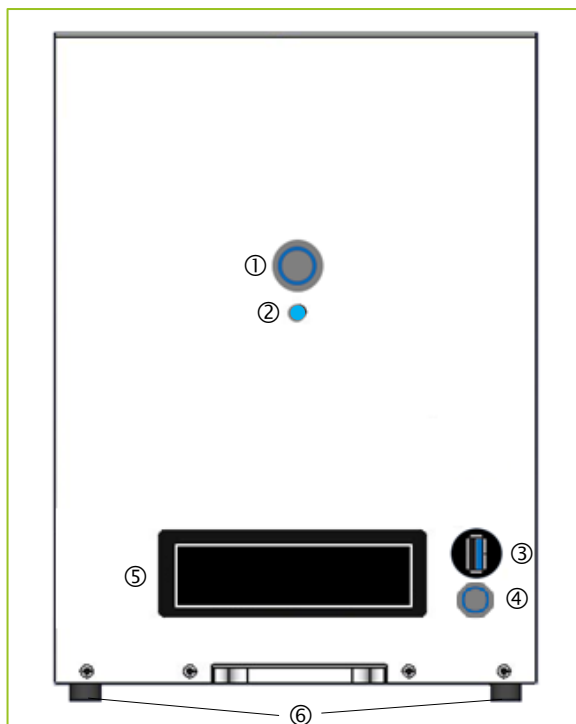
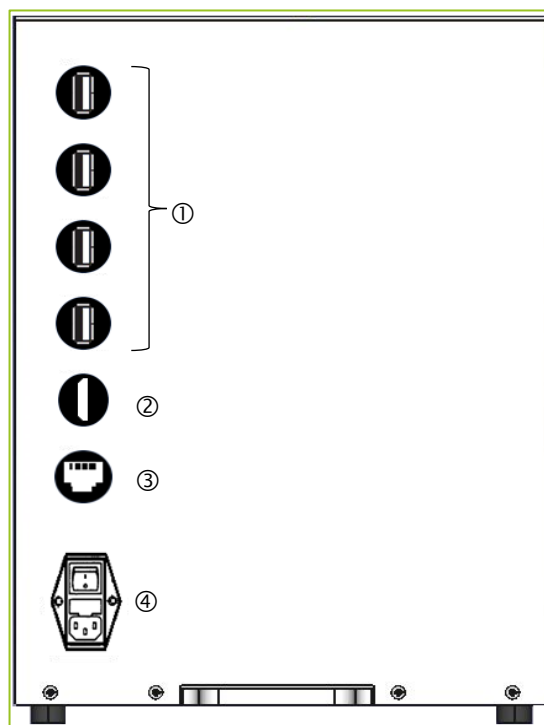

Figura 3 Aspetto pannello anteriore
Figura 4 Aspetto pannello posteriore
- ① Presa USB 2.0. Predisposte per l'utilizzo dei seguenti accessori:
- ② Presa HDMI per collegamento monitor. Il sistema è calibrato per un monitor 24" da 2MP (1920x1200)
- ③ Presa di collegamento rete Ethernet RJ45
- ④ Presa cavo alimentazione con interruttore **I/O ON / OFF**
Prima di collegare il cavo di alimentazione, assicurarsi che l'interruttore principale (④ Figura 4), sia su "O" (OFF).
Collegare la spina del cavo di alimentazione alla presa AC (④ Figura 4).
La tastiera, il mouse ed il joystick sono collegati alle porte USB 2.0 (① Figura 4), mentre il monitor alla presa HDMI (② Figura 4).
Il NED-MICRO dispone di due interruttori di alimentazione. Quello generale (④ Figura 4) deve essere in posizione "I". Il pulsante (① Figura 3) permette di mettere in pausa (stand-by) il dispositivo, il sistema è alimentato ed il LED rosso (② Figura 3) è acceso.
Quando il pulsante ① Figura 3 è acceso (luce blu) ed il LED ② Figura 3 (luce rossa) sono accesi, si può procedere ad utilizzare i controlli software per la gestione del NED-MICRO.